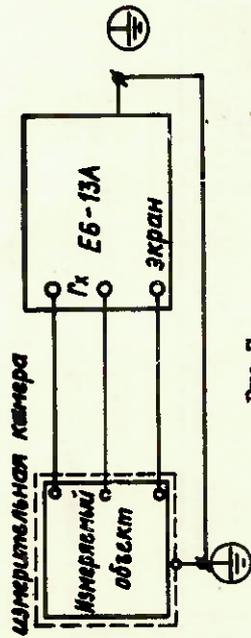

Рис. 7
9.1.3. При измерениях на поддиапазонах выше 10^9 Ом поместите измеряемый объект в измрительную камеру, соединив между собой клеммы \oplus камеры и прибора (рис. 7).
9.3.2. Подключите измеряемый объект к гнездам ГХ прибора (при измерениях на поддиапазонах свыше 10^9 Ом поместите измеряемый объект в измрительную камеру, подсоединив ее к прибору в соответствии с рис. 7).